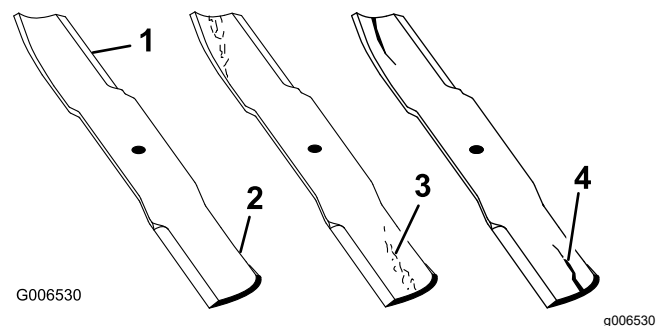

Figure 111
2. Examinez attentivement les tranchants de la lame, particulièrement au point de rencontre de la partie plane et de l'ailette, comme montré à la **Figure 111**.
**Remarque:** Le sable et les matières abrasives peuvent éroder le métal à cet endroit, c'est pourquoi il est important de contrôler l'état de la lame avant d'utiliser la tondeuse. Remplacez la lame si elle vous semble usée (**Figure 111**).